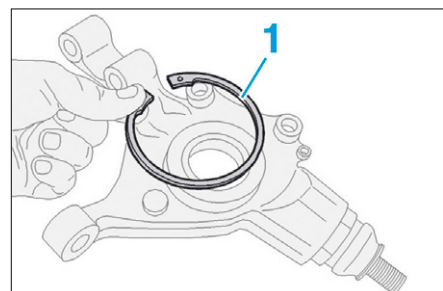

FIG. 21
- Déposer le circlip (1) de maintien du roulement (Fig.21).